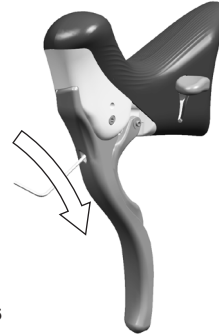
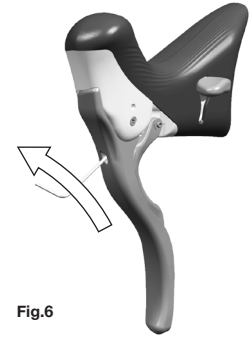

Fig.5
Fig.6
- Gire en sentido horario para alejar la palanca del manillar (Fig.5), o gire en sentido antihorario para acercar la palanca al manillar (Fig.6).